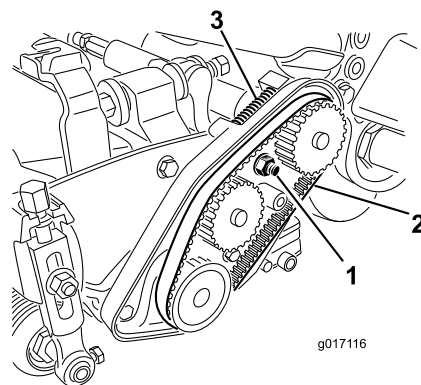

Figura 41
- A. Afloje la tuerca de montaje del alojamiento del cojinete (Figura 41)
- C. Limpie los residuos del interior del compartimento de la correa y de alrededor del muelle de compresión (Figura 41).